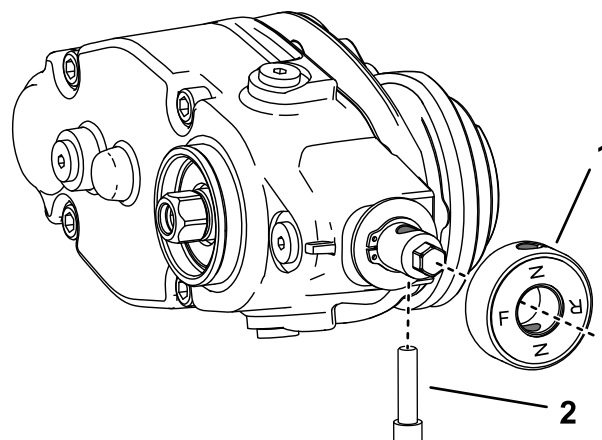

Figura 16
3. Si va a instalar el groomer en el lado izquierdo de la máquina, haga lo siguiente (**Figura 16**):
- B. Retire el pomo del embrague e inviértalo (**Figura 16**).